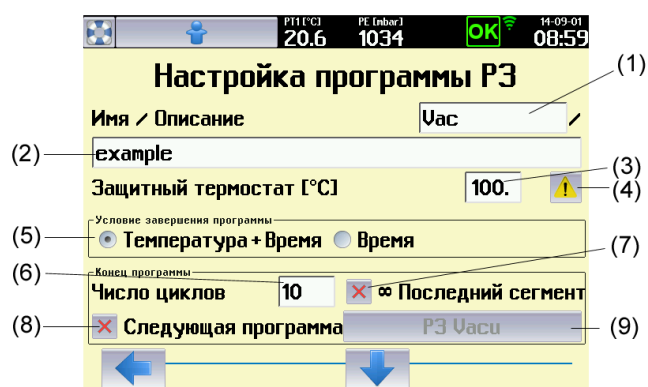

Рис. 43
Защитный термостат служит для защиты образцов внутри камеры, самого устройства и окружающих его предметов при недопустимом превышении температуры в камере устройства или при неожиданной реакции управления. В зависимости от настроек выбора (4), рис. 43, при активации защитного термостата появляется